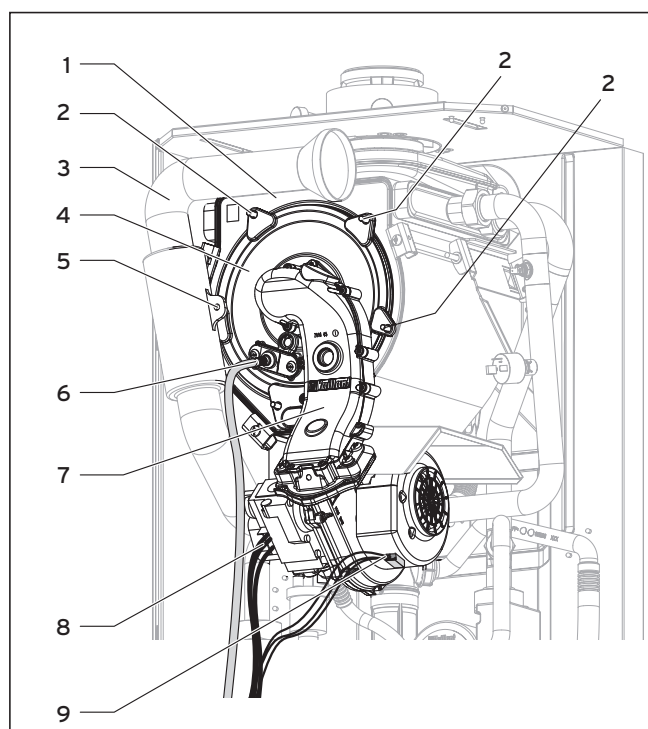
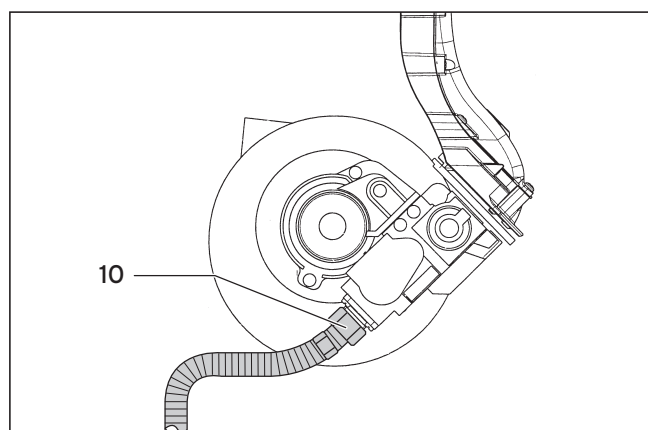

Fig. 7.1 Démonter le module thermique compact
Fig. 7.2 Dévisser le raccord de gaz de la rampe gaz
Le module thermique compact se compose du ventilateur à réglage de vitesse, de la rampe de raccord gaz/air, de l'arrivée de gaz vers le brûleur à prémélange-ventilateur et du brûleur à prémélange lui-même. Ces quatre éléments forment l'ensemble du module thermique compact. Pour le démontage, procédez de la façon suivante : (voir fig. 7.1)
- Dévissez la vis de fixation du tuyau d'aspiration d'air (5) et rabattez le tuyau d'aspiration de l'air (3) vers l'avant, puis retirez le tuyau d'aspiration d'air de l'embout d'aspiration.
- Débranchez les deux bornes de la conduite d'allumage et de la conduite à la terre de l'électrode d'allumage (6).
- Desserrez la conduite d'arrivée de gaz (10) sur la face inférieure de la rampe gaz (fig. 7.2).
- Débranchez les câbles (9) au niveau du moteur du ventilateur et le câble (8) au niveau de la rampe gaz.
- Desserrez les 5 écrous (2).
- Placez le module thermique compact (4) sur l'échangeur thermique à condensation (1) (fig. 7.1).
- Vissez les 5 écrous (2) uniformément en procédant en croix.
- Placez le flexible d'aspiration d'air (3) sur l'embout d'aspiration, et serrez la vis (5).
- Raccordez la conduite de gaz (10) à la rampe gaz avec un nouveau joint (n° de pièce de rechange 98-0012) (fig. 7.2). Utilisez le méplat pour clé sur la conduite flexible de gaz.
- Branchez les deux prises de la conduite d'allumage et de la conduite à la terre à l'électrode d'allumage (6).
- Branchez les câbles (9) au niveau du moteur du ventilateur et le câble (8) au niveau de la rampe gaz.
Vérifiez l'étanchéité au gaz au niveau du raccord de gaz (10) à l'aide d'un spray détecteur de fuite (fig. 7.2).